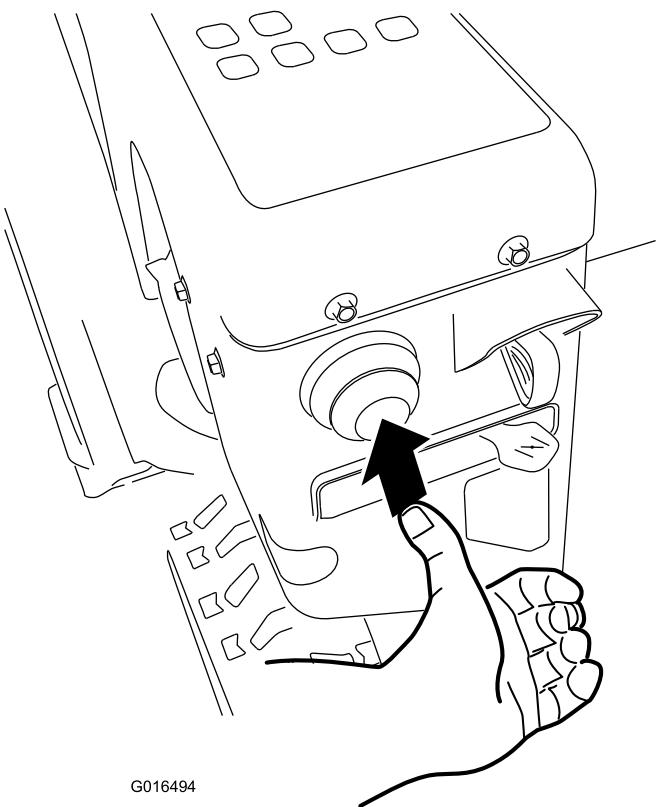

Рисунок 28
- С усилием нажмите кнопку заливного насоса большим пальцем, как показано в таблице ниже, каждый раз на секунду удерживая ее в нажатом состоянии перед отпусканием (Рисунок 28).